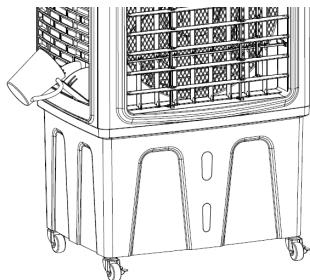
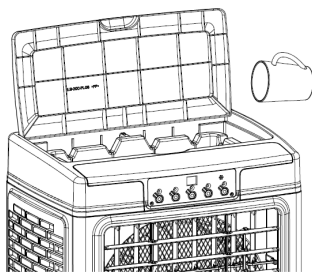

fig.1
fig.2
1. Llene el depósito de agua de modo que el nivel del agua esté siempre entre las marcas MIN y MAX. El depósito de agua se puede llenar usando tanto la trampilla superior (fig.2) como lateral (fig.1). El tanque de agua se puede vaciar usando la válvula de drenaje (fig.3).